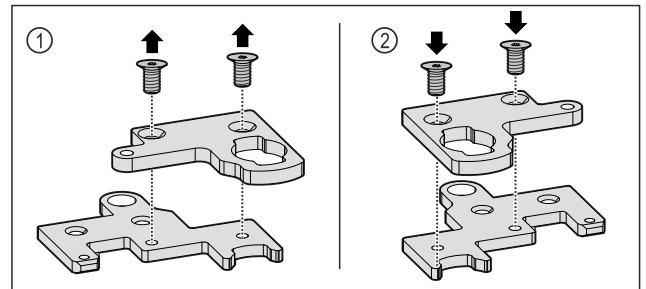

Fig. 34
- Zweiteiligen Scharnierwinkel auseinanderbauen. Fig. 34 (1)
- Zweiteiligen Scharnierwinkel um 180° gedreht wieder zusammenbauen. Fig. 34 (2)